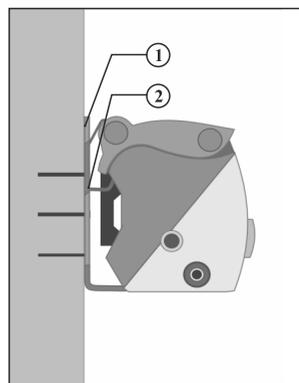

Рис. 1
4.4. Крепление аппарата в стационарном и транспортном варианте производится на вертикальную поверхность (стена, переборка и т.п.) с помощью кронштейна 1 (рис.1).